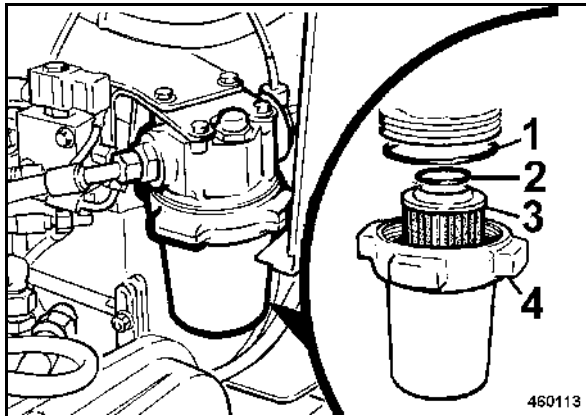

fig. 130
- Dévisser le pot du filtre (4) (fig. 130) et le retirer avec l'élément (3).
- Installer le pot avec un élément filtrant et des joints (1) et (2) neufs.